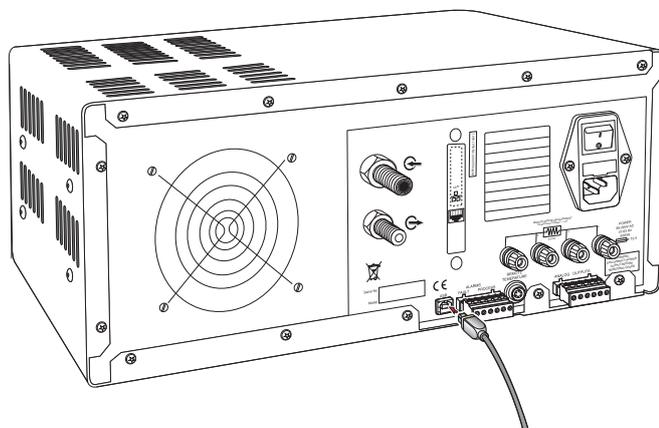

図 8 通信ポート接続
1. コネクタの向きをチェックして、それをやさしく通信ソケットに押し込みます(図8を参照)。